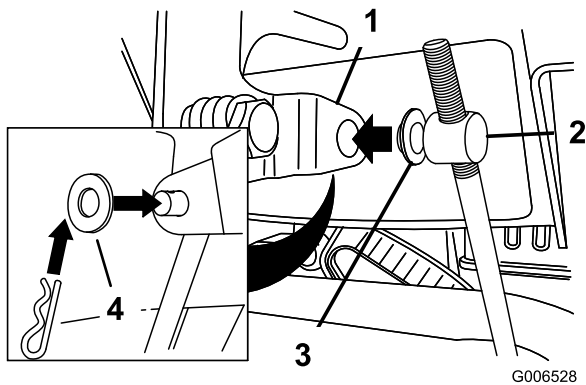

Figure 12
3. Retirez la goupille fendue et la rondelle extérieure du tourillon à l'extrémité supérieure de la tige de commande de vitesse (Figure 12).
Remarque: Pour faciliter l'installation, laissez la rondelle plate sur le tourillon (Figure 12).
- 6. Soulevez la tige de commande de vitesses et insérez le tourillon dans le trou du levier sélecteur de vitesses (Figure 12).